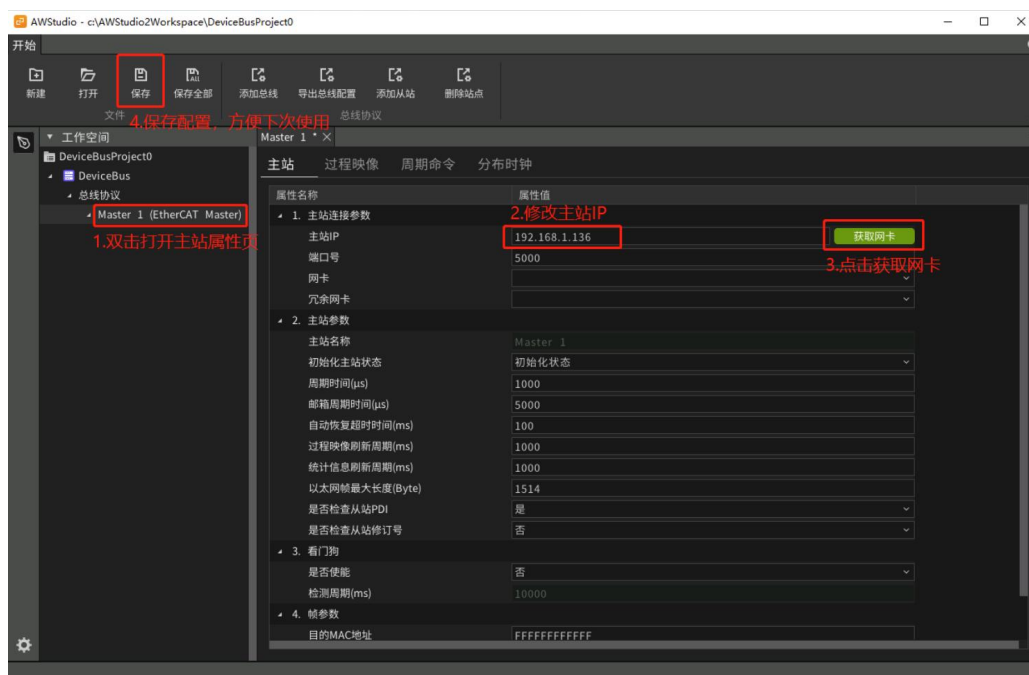

图 4.10 AWStudio 连接主站
(8) 双击主站节点，打开主站配置界面。输入主站的 IP，点击“获取网卡”，如图 4.10 所示。